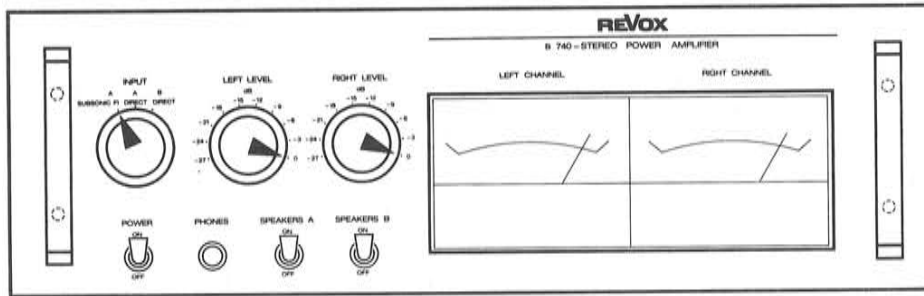

Fig. 5.1.1
- Bedienungselemente nach Fig. 5.1.1 einstellen.
- Adjust operating controls as per fig. 5.1.1
- Organes de commande selon la fig. 5.1.1.